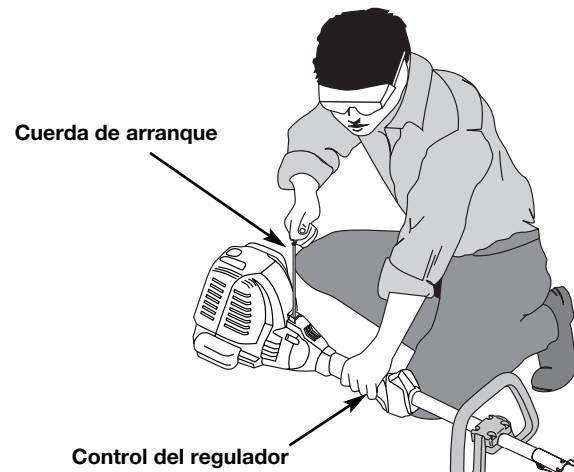

Fig. 8
6. Agáchese en posición de arranque (Fig. 8). Oprima la traba del regulador hacia adentro y apriete la palanca de control del regulador. Hale con energía el cordón de arranque 5 veces.